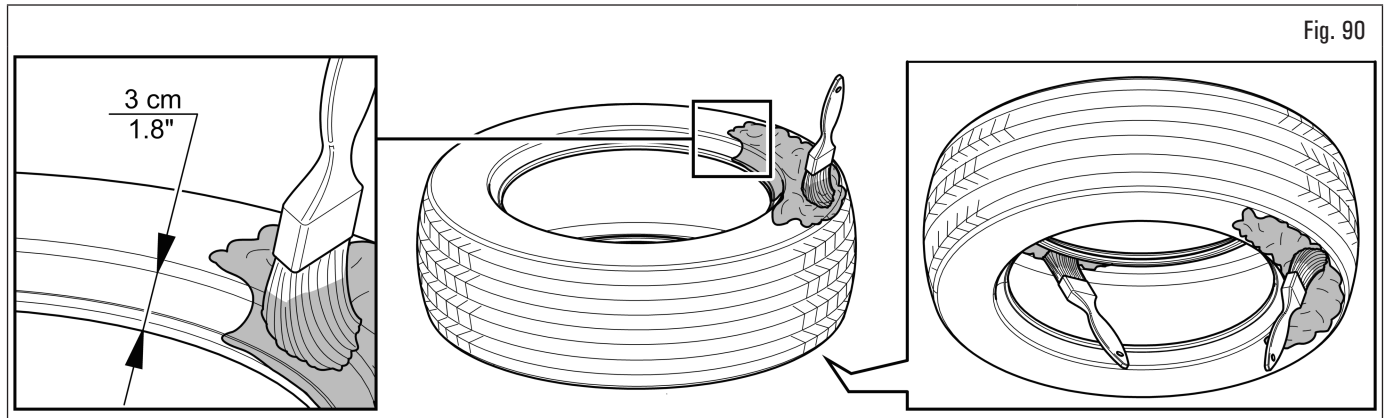

Fig. 90
1. lubrificare abbondantemente lo pneumatico, che dev'essere montato, su entrambi i talloni e sul fianco superiore, sia all'esterno che, per almeno 3 cm (1.18") dal tallone, all'interno (Fig. 90);